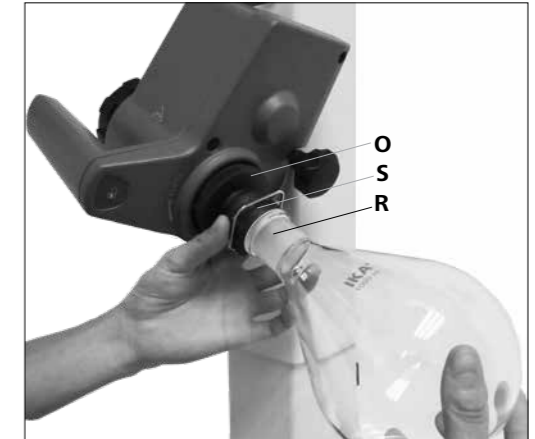

Fig. 15a
- Helyezze a forraló lombikot a gőzátvezető csőre (R). (Fig. 15a)